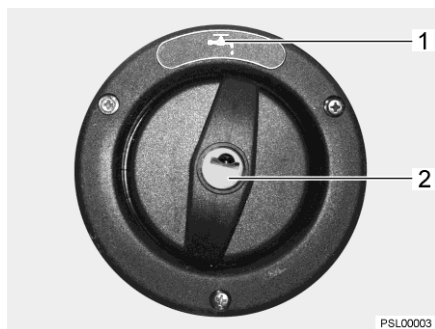

Bild 58 Lock för påfyllningsöppningen för dricksvatten
Påfyllningsöppningen för dricksvatten är märkt med symbolen "☞" (Bild 58,1). Locket låses och låses upp med nyckeln till de utvändiga låsen (utvändiga luckorna).
- Stick in nyckeln i låscylindern (Bild 58,2) och vrid ett kvarts varv moturs.
- Öppna påfyllningsöppningen för dricksvatten (Bild 58).